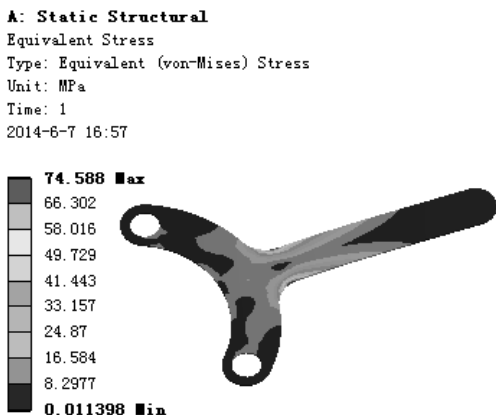

图 7.5.16 应力结果图解
(1) 求解分析。在顶部工具栏中单击 **Solve** 按钮求解分析。
(2) 查看应力结果图解。在“Outline”窗口中选中 **Equivalent Stress**，查看图 7.5.16 所示的应力结果，其最小应力为 0.011398 MPa，最大应力为 74.588 MPa。